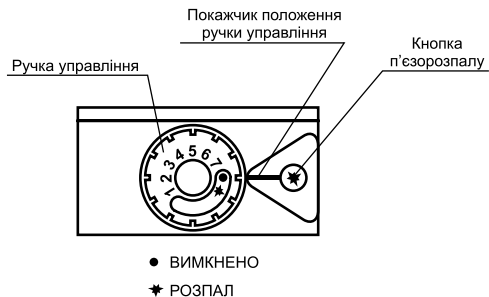

Рисунок 3. Елементи управління газового клапану 630 EUROSiT.
6.2.8. Пуск котла АОГВ-7П/ПВ, АОГВ-10П/ПВ, АОГВ-12,5П/ПВ, АОГВ-16П/ПВ, обладнаного газовим клапаном EUROSIT (рис.3):